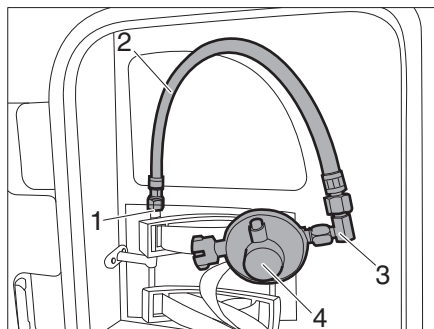

Figura 65 Goma del gas con regulador de presión de gas
- ▶ Utilice exclusivamente el regulador de presión de gas especial (Figura 65,2) con válvula de seguridad para la aplicación en vehículos (incluido en la condición de entrega del nuevo vehículo).
- Enrosque el codo (Figura 65,3) a la goma del gas (Figura 65,2).
- Enrosque el regulador de presión de gas (Figura 65,4) al codo.
- Enrosque la goma del gas (Figura 65,2) con regulador de presión de gas al racor (Figura 65,1).